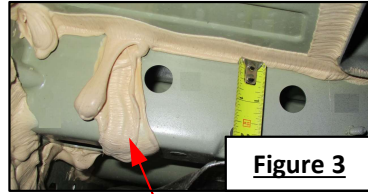

Figure 3
- Enlever le calfeutrage** - A l'aide d'un grattoir, enlever l'excès de calfeutrage sur les surfaces extérieures des rails du cadre de façon à ce que le support d'attelage soit bien à plat contre le cadre. **Voir la figure 3.**